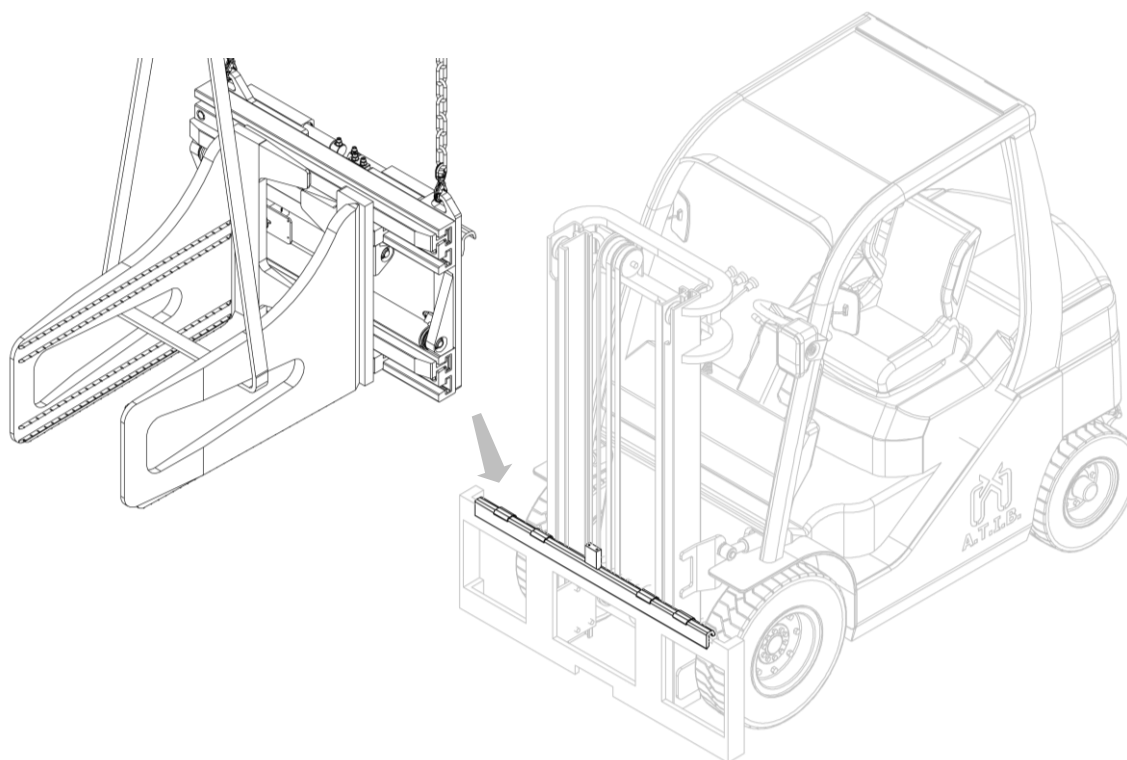

Figura 7
7. Enganche el implemento desde el punto de agarre superior y con un puente grúa colóquelo en el doble gancho, cuidando de colocarlo correctamente (mira *Figura 7*).